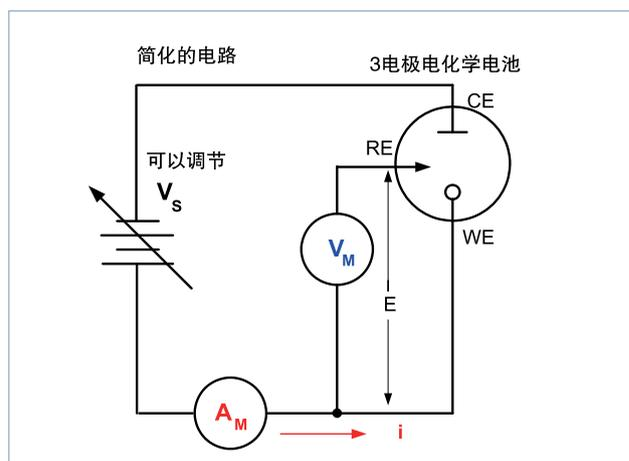

图 3. 执行循环伏安测量的简化的测量电路。
图 3 显示了由一块电化学电池、一块可调节的电压源 (VS)、一个电流表 (AM) 和一个电压表 (VM) 组成的典型的电化学测量电路。电化学电池的三个电极是工作电极 (WE)、基准电极 (RE) 和反 (或辅助) 电极 (CE)。WE 和 CE 之间应用电位扫描使用的电压源 (VS)。RE 与 WE 之间的电位 (E) 使用电压表测量，然后调节整体电压 (Vs)，在 WE 上相对于 RE 保持希望的电位。然后使用电流表 (AM) 测量得到的与 WE 之间的电流 (i)。之后通常对一个 E 值范围重复这一过程。